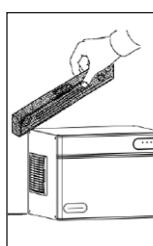

Abb. 6.
d) Den Eiswürfelpreparator an den definitiven Standort bringen. Der Vorratsbehälter ist mit hohen verstellbaren Füßen ausgestattet, um das Ausrichten des Gerätes und die Reinigung unter dem Gerät zu erleichtern. Der Eiswürfelpreparator muss gerade stehen, damit sich das Wasser gleichmäßig in der Verdampferplatte verteilt. Sorgen Sie daher dafür, dass das Gerät gerade steht und prüfen Sie dies mit einer Wasserwaage (Abb. 6).